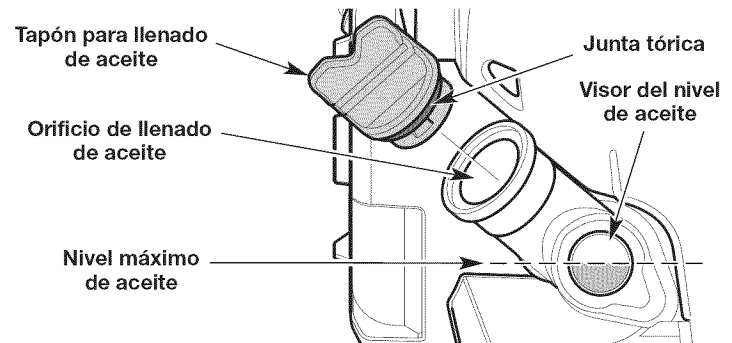

Fig. 27
3. Observe el interior del visor del nivel de aceite; use una linterna si es necesario. **El nivel de aceite debe llenar el visor hasta aproximadamente la mitad** (Fig. 27). Si el nivel de aceite es demasiado bajo, agregue aceite. Consulte *Procedimiento para agregar aceite*.
1. Limpie la zona que rodea el tapón de llenado de aceite (Fig. 27) a fin de evitar que ingresen residuos en el orificio de carga de aceite.
3. Agregue aceite al orificio de llenado de aceite hasta que el nivel de aceite llegue hasta aproximadamente la mitad del visor del nivel de aceite (Fig. 27).
5. Compruebe que la junta tórica esté en su lugar en el tapón de llenado de aceite (Fig. 27).
7. Compruebe que la junta tórica esté en su lugar en el tapón de llenado de aceite (Fig. 27).